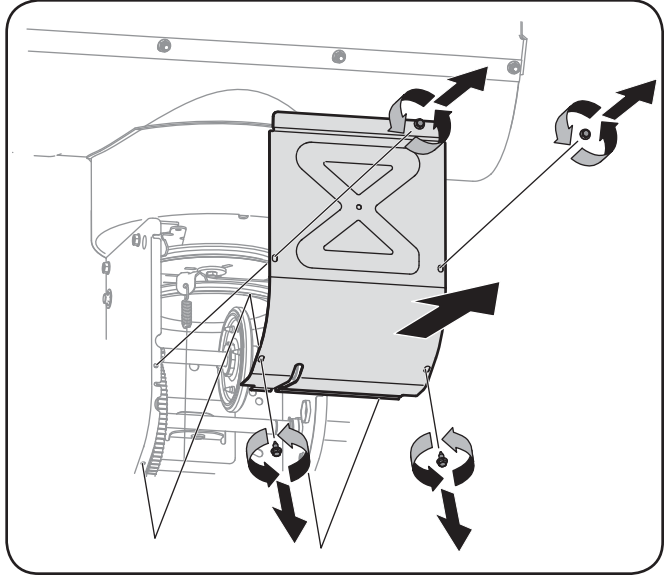

Figure 6-3
3. Enlevez le couvre-châssis en enlevant les deux vis auto-taradeuses qui le maintiennent. Voir la Fig. 6-3.